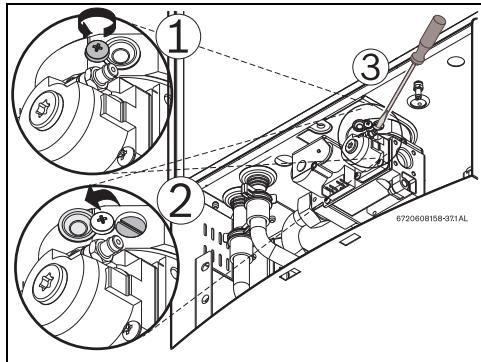

Рис. 52 Регулировка уровня P1 CO2
- ▶ Ослабьте желтый окрашенный винт с крестообразной головкой (Рис. 52 , поз. 1), и крышка должна откинуться вниз (Рис. 52 , поз. 2), открывая утопленный латунный шлицевой винт (Рис. 52 , поз. 3).
- ▶ Снимите желтую окрашенную крышку винта #40 с крестообразной головкой с передней панели газового крана, Рис. 52 . Откроется винт #40 с крестообразной головкой.
- Верните крышку шлицевого винта в исходное положение и затяните винт с крестообразной головкой, Рис. 52 .